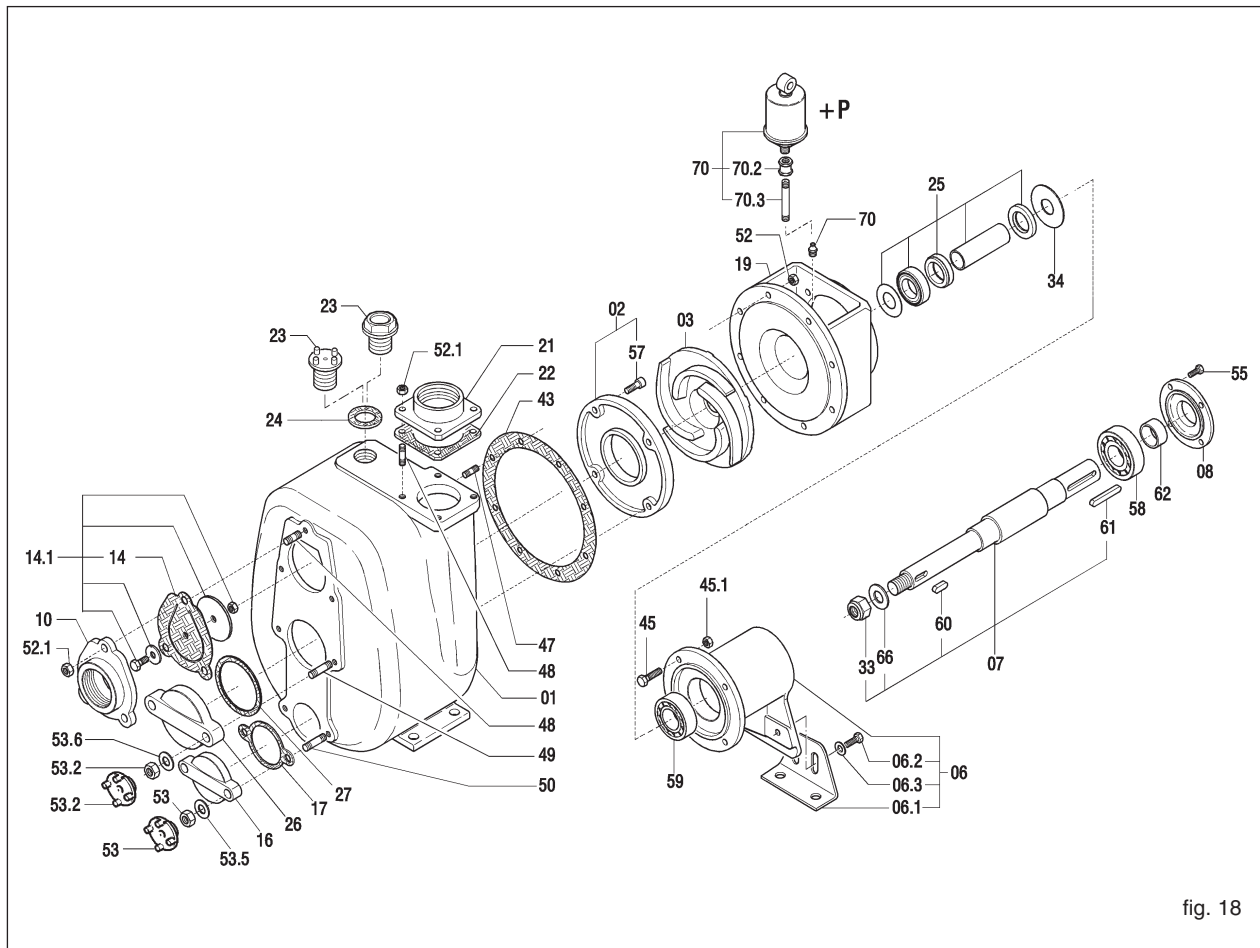

fig. 18
12.2 De rotor vervangen (fig. 18)
- De moeren (52) losdraaien en het pomphuis verwijderen zonderde de pakking (43) te beschadigen.
- Blokkeer de rotor (03) en schroef de borgmoer (33) los.
- Vervang eventueel de pakking (43).
12.3 Vervanging van de slijtplaat (fig. 18)
- De schroeven met verzonken zeskantige kop losdraaien (57).
- De slijtplaten verwijderen en vervangen (02).
12.4 Vervanging van de klep (fig. 18)
12.5 Vervanging van de dichting type 1 of 2 (zie fig. 18, 19, 20)
12.7 Onderhoud van de lagers (fig. 18)